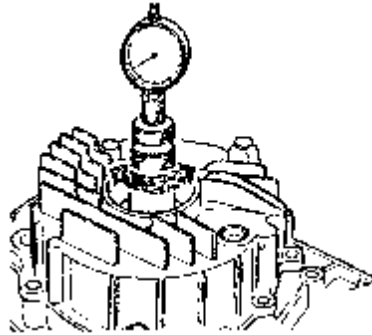

图 7-204 测量尺寸“e”
5) 旋转芯棒直到千分表的表尖与末端测量块接触并且显示出最大的偏差(返回点), 如图 7-204 所示。所获得的测量值就是尺寸“e”(小于 1mm 在红色数字区域, 大于 1mm 在黑色数字区域)。例如测量值 $e=0.32\text{mm}$ (在红色数字区域)。